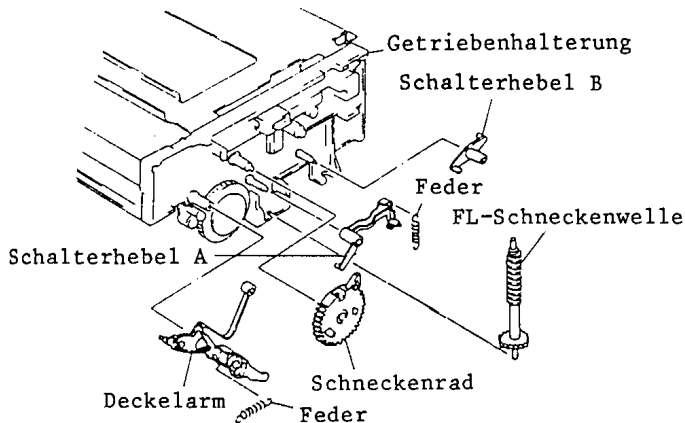

Abb. 6-2 FL-Schneckenwelle, Türarm, Schneckenrad, Schalterhebel A/B
2. FL-Schneckenwelle, Türarm, Schneckenrad, Schalterhebel A/B (Abb. 6-2)